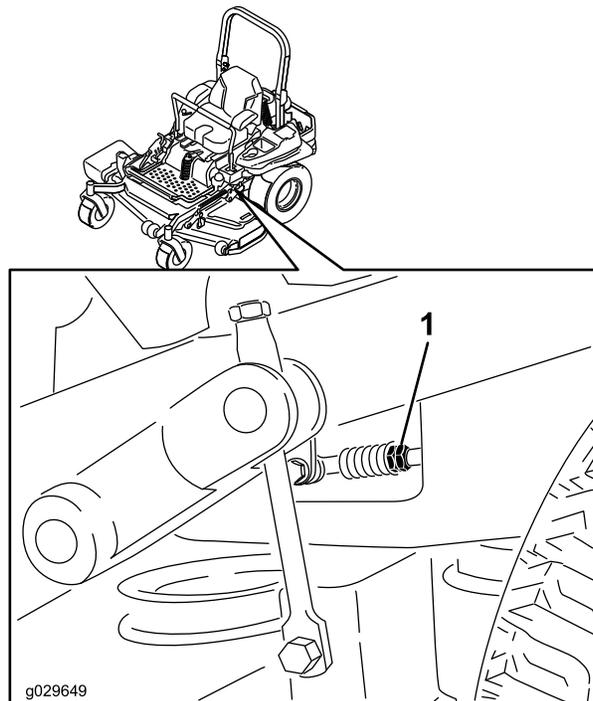

Figure 85
8. Réglez la longueur des tiges de pompes en tournant les doubles écrous dans le sens voulu jusqu'à ce que les roues tournent légèrement en marche arrière (Figure 85).